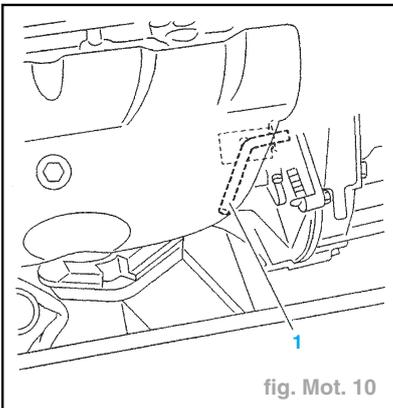

fig. Mot. 10
- Piger le volant moteur à l'aide de la pige 1 4507-TA (fig. Mot. 10).